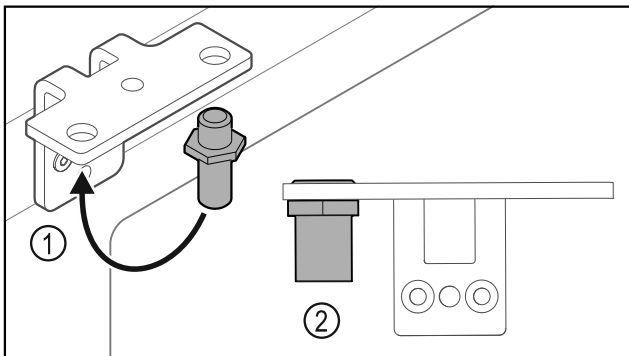

Fig. 37
- ▶ Přesaďte čep Fig. 37 (1) v úhelníku závěsu.
- ▶ Utáhněte čep Fig. 37 (2) **utahovacím momentem 12 Nm**.